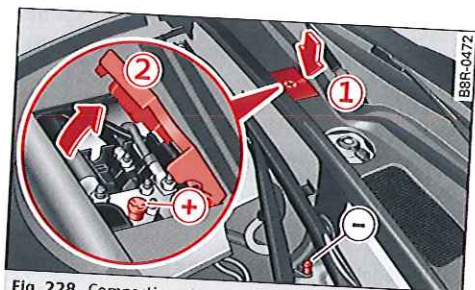

Fig. 228 Compartment-moteur : raccords de chargeur et de câble de dépannage
Les raccords pour l'aide au démarrage se trouvent dans le compartiment-moteur $\Rightarrow$ fig. 228.
Appuyez sur la flèche pour retirer le cache ① $\Rightarrow$ fig. 228.
- ▶ Démarrez le moteur du véhicule dont la batterie fournit le courant ④ et faites-le tourner au ralenti.
- ▶ Lancez ensuite le moteur du véhicule dont la batterie est déchargée ③.
- ▶ Rabattez le cache ② au niveau du pôle positif et mettez le cache ① en place $\Rightarrow$ fig. 228.